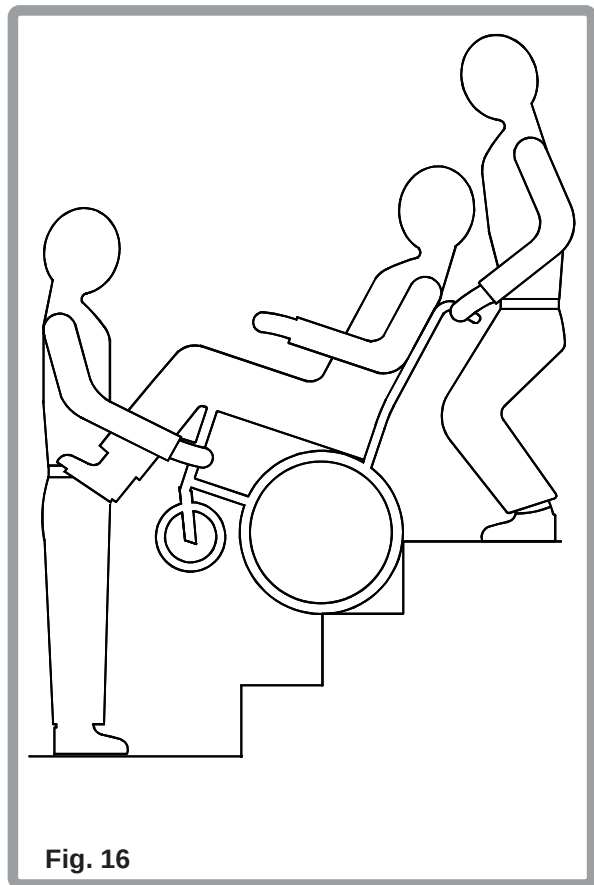

Fig. 16
1. Verplaats de rolstoel en gebruiker voorwaarts van de trap (Fig.16).